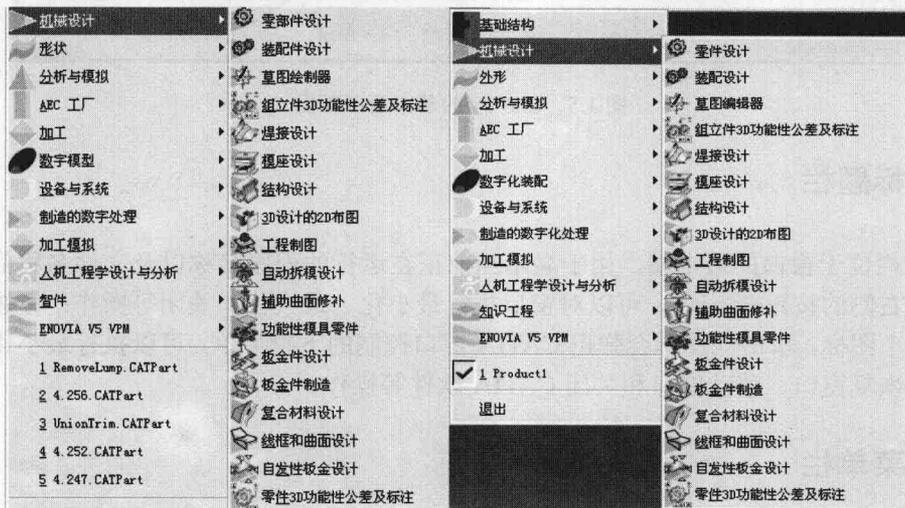

图 1.9 “机械设计”子菜单
- “机械设计”模块，如图 1.9 所示，该模块包括“零部件设计”、“装配件设计”、“草图编辑器”和“工程制图”等与机械设计相关的单元。